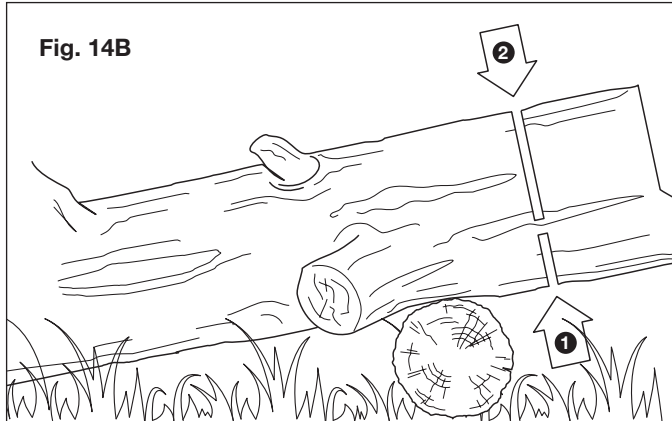

Fig. 14B
- Lorsque la grume est soutenue à une seule extrémité (Fig. 14B), pratiquez une entaille sur 1/3 du diamètre depuis le dessous (ébranche par dessous). Tronçonnez ensuite par le dessus en faisant coïncider les deux traits de scie.